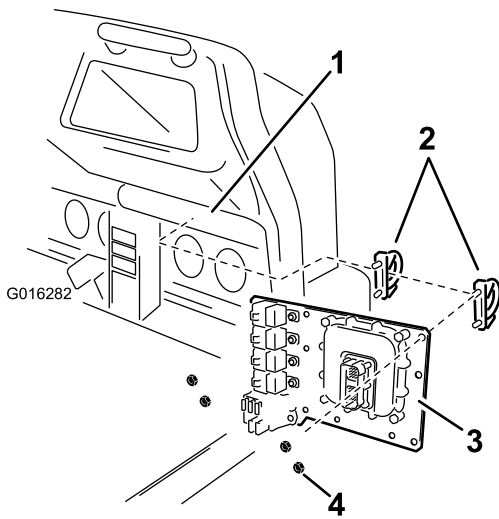

Figura 15
B. **Para el sistema de fumigación Workman 200:** Instale la placa de montaje usando 2 abrazaderas en U y 2 tuercas (5/16 pulgada), según se muestra en Figura 15.